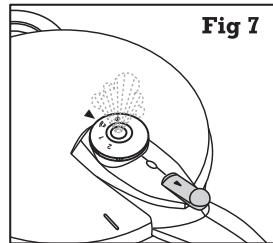

Fig 7
3. **Eliminar la presión de manera automática:** Para utilizar la opción automática, simplemente gire la válvula de funcionamiento a la posición de expulsar el vapor (dibujo de una nube de vapor, Fig.7), y el vapor se expulsará automáticamente.